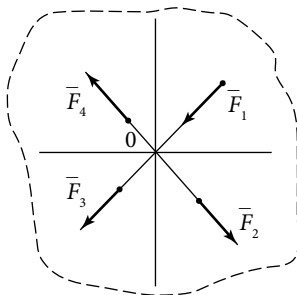

Рис. 10
**Система сходящихся сил** — система сил, линии действия которой пересекаются в одной точке (рис. 10).